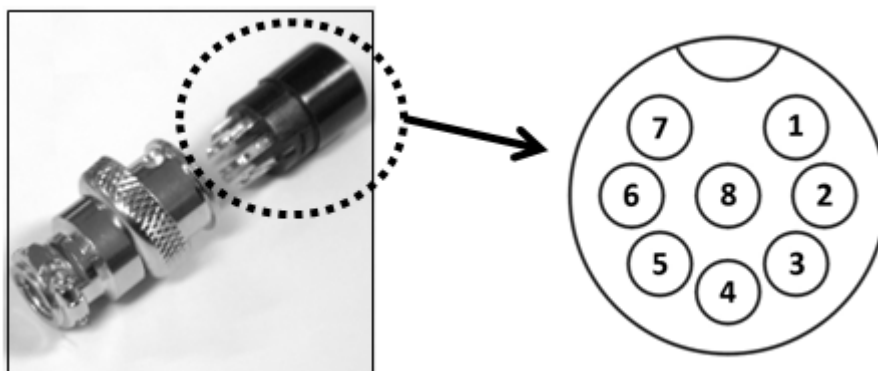

Figure 4 – Brochage du connecteur
- (b) Soudez les 5 câbles aux broches 1,2,3,4 et 5. Se référer à la Figure 4.